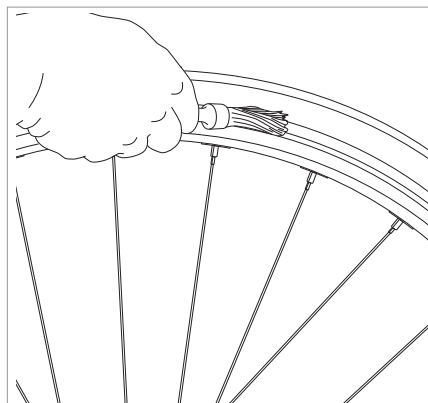

Abb.15
- Einen Pinsel (Durchmesser ca. 2 cm) in einen Behälter mit milder Seifenlauge eintauchen und die Wülste der Reifen ordentlich nass machen (Abb. 15).